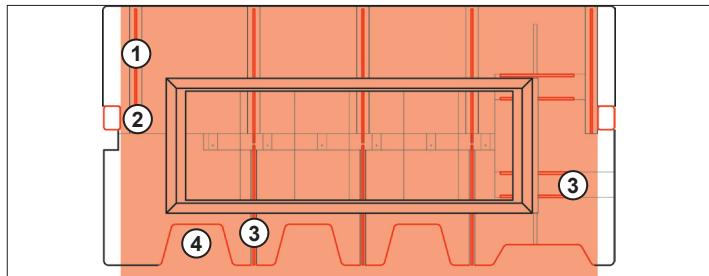
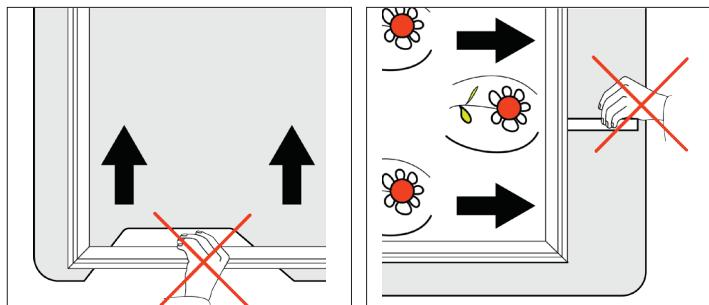

Abb. 2: Arbeitsbereich des Pantographen
Abb. 3: Quetschstellen am Pantographenrahmen
Nicht im Arbeitsbereich des Pantographens (Abb. 2) auf die Tischplatte aufstützen oder in den Tischplattenausnehmungen anlehnen! Die schnellen Bewegungen des Pantographen können bei Kontakt Prellungen, Quetschungen und Scherverletzungen verursachen! (Abb. 3).
Greifen Sie nicht an die innereren Seiten der Stützen (2) die Tischplattenausnehmungen (4) oder in die Pantographen-Führungsschlitzte (1), (3) - hier besteht Verletzungsgefahr. Siehe auch (Abb. 3).